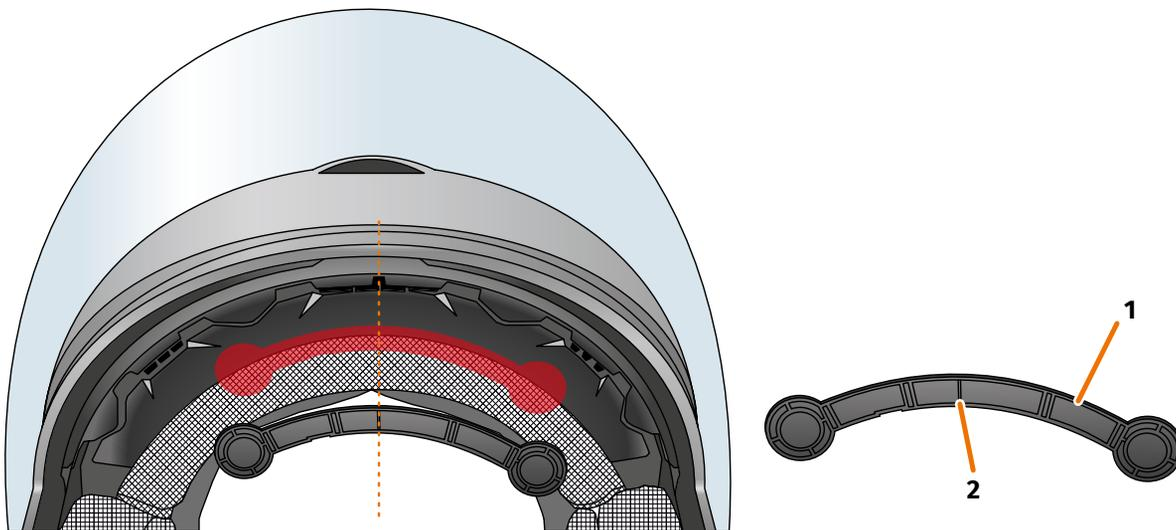

FIGURA 13: Pegar el adaptador de casco angosto con Sugru
8. Coloca el adaptador de casco (FIGURA 13/1) en la zona del casco que corresponde a la frente, entre la calota interior y la calota exterior (FIGURA 13/marca roja). La marca de la cara inferior del adaptador de casco (FIGURA 13/2) debe situarse sobre una línea imaginaria que va del centro del casco al centro de tu cara (FIGURA 13/línea de trazos). Asegúrate de que el adaptador de casco no choque con la visera.